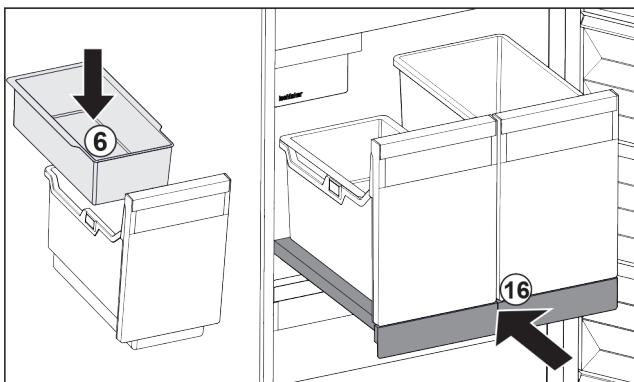

Fig. 30
- Вставьте навесной лоток Fig. 30 (6) для кубиков льда.
- Вставьте выдвижную панель с контейнером (IceTower). Fig. 30 (16)